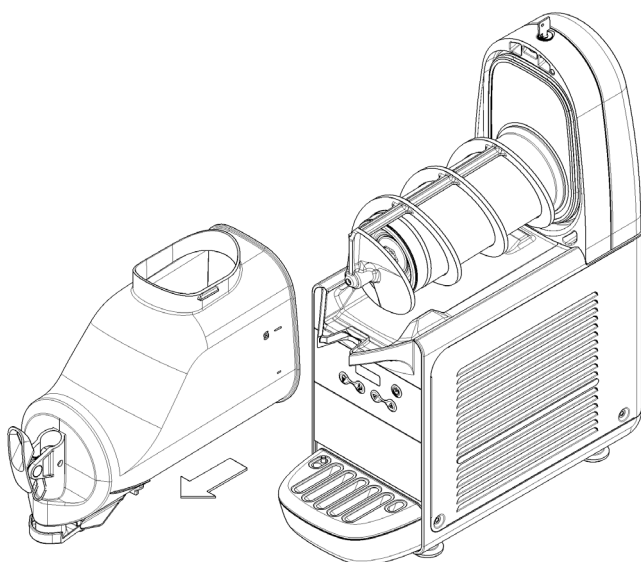

**Bild 3**
**2** Zum Ausbau des Behälters den entsprechenden Hebel nach oben drücken (Bild 3) und dann den Behälter